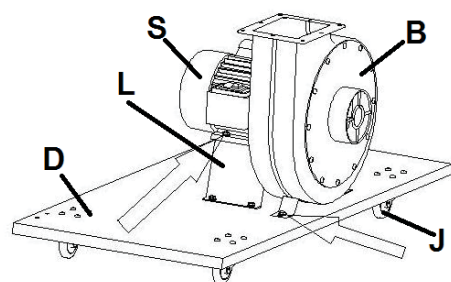

Рис. 4
- Установите опору двигателя, корпус крыльчатки и узел двигателя/вентилятора на основание, закрепив их при помощи поставляемых винтов и шайб, как показано на рис. 4.